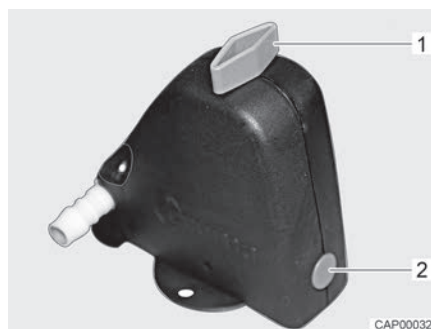
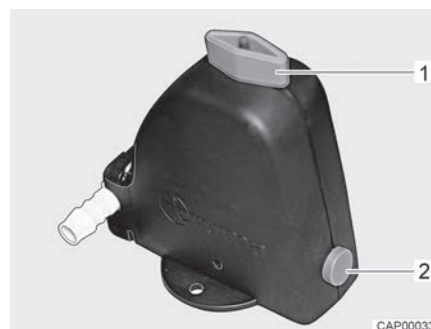

Fig. 194 Valvola di sicurezza/di scarico chiusa
Fig. 195 Valvola di sicurezza/di scarico aperta
- Aprire la valvola di sicurezza/di scarico (Fig. 194). A tal fine ruotare la manopola (Fig. 194,1) nel senso della lunghezza della valvola di sicurezza/di scarico. Il bottone automatico (Fig. 194,2) scatta all'infuori. La valvola di sicurezza/di scarico aperta è rappresentata in Fig. 195.